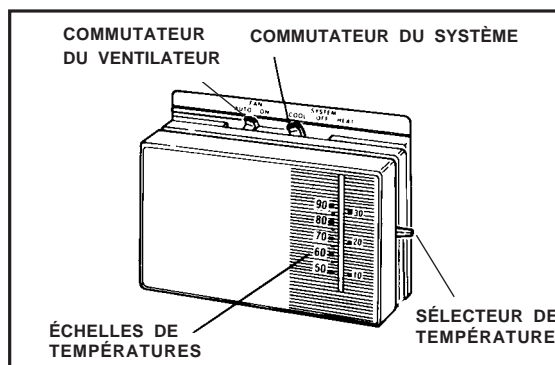

Figure 1. Thermostat typique
1. Régler le commutateur du thermostat sur REFROIDIR (COOL) ou AUTO et le commutateur du ventilateur du thermostat sur AUTO (Figure 1).
commutateur du ventilateur du thermostat sur AUTO (Figure 1).
Régler le commutateur du thermostat sur la position d'ARRÊT (OFF) et le commutateur du ventilateur du thermostat sur AUTO (Figure 1).
Régler le commutateur du ventilateur du thermostat sur la position MARCHÉ (ON) (Figure 1).